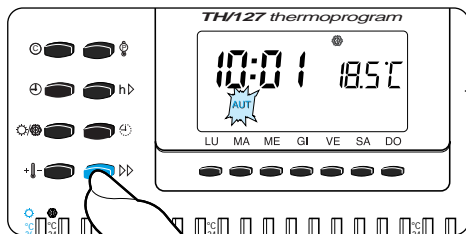

Fig. 17
5.7 - Premere il pulsante  sino a raggiungere il giorno in corso (fig. 17).